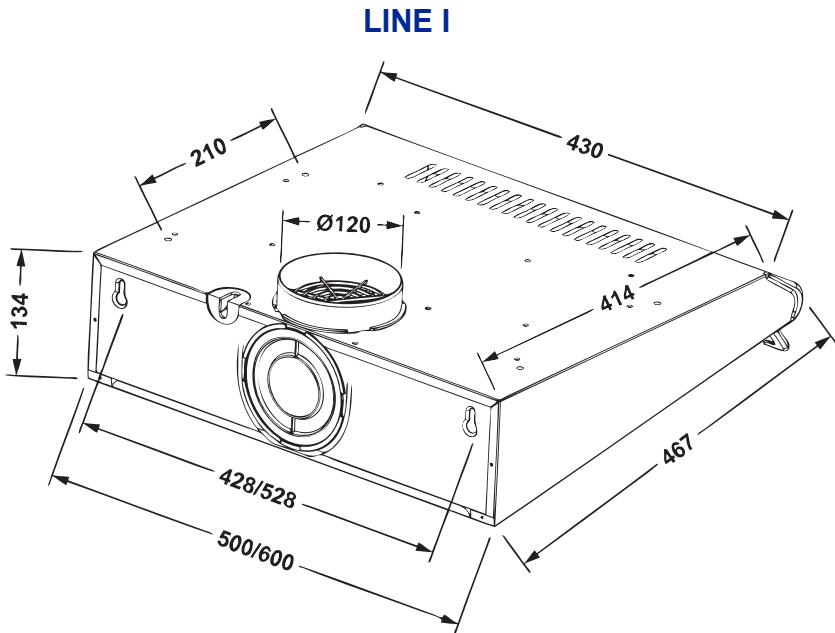

Рис. 3
«Line I» Ø 3мм. (рис.3).
- для витяжки «Line I» - 2 або 4 шурупами ПКГ 4 x 12 з шайбами 4, які вкручуються зсередини витяжки в отвори, розташовані на верхній площині корпусу (**рис.3**).
В режимі рециркуляції (рис.3) витяжка не підключається до вентиляційної шахти кухні та повітря проходить через встановлені у витяжці алюмінієві жирові фільтри і вугільні запахловлюючі фільтри (які купуються окремо) і повертається назад в кухню через вентиляційні пази **C**.